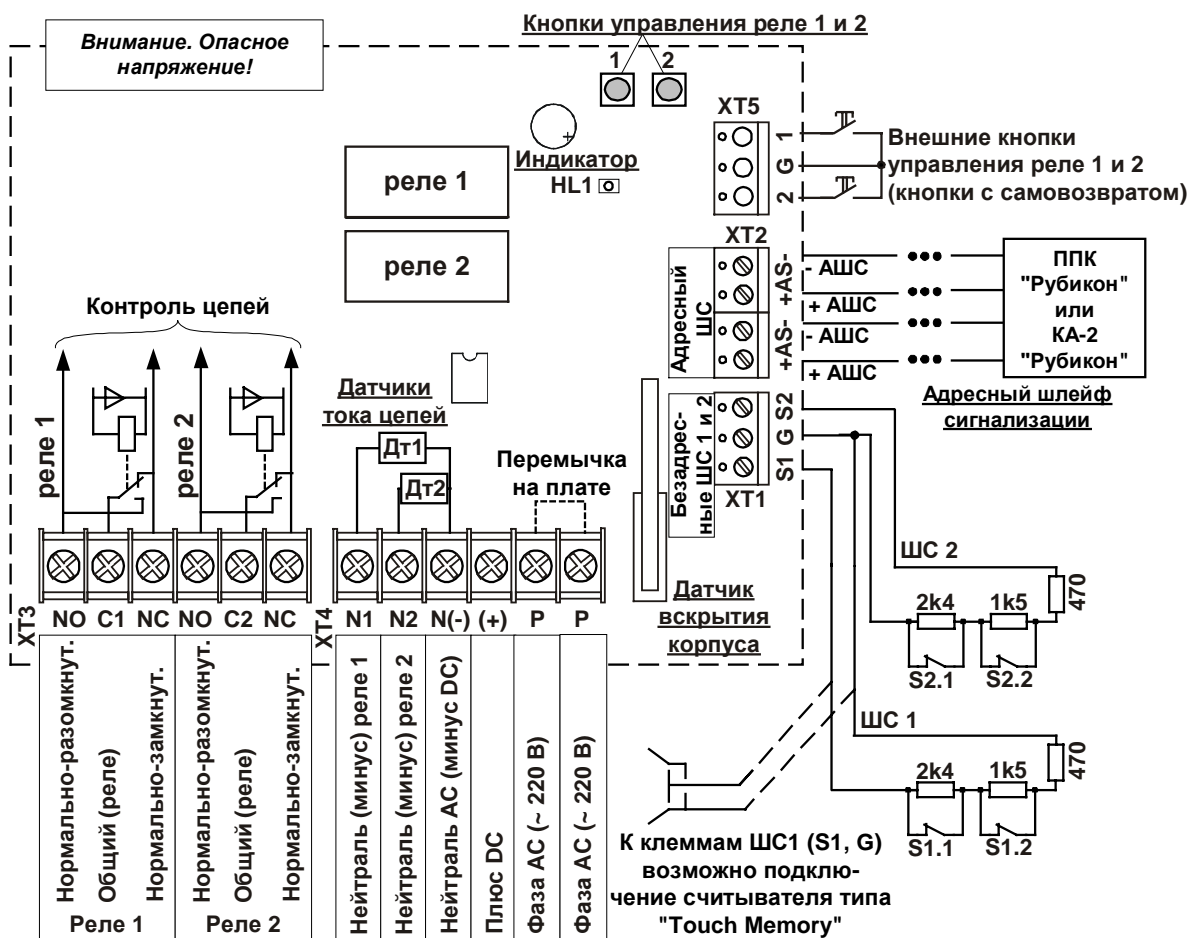
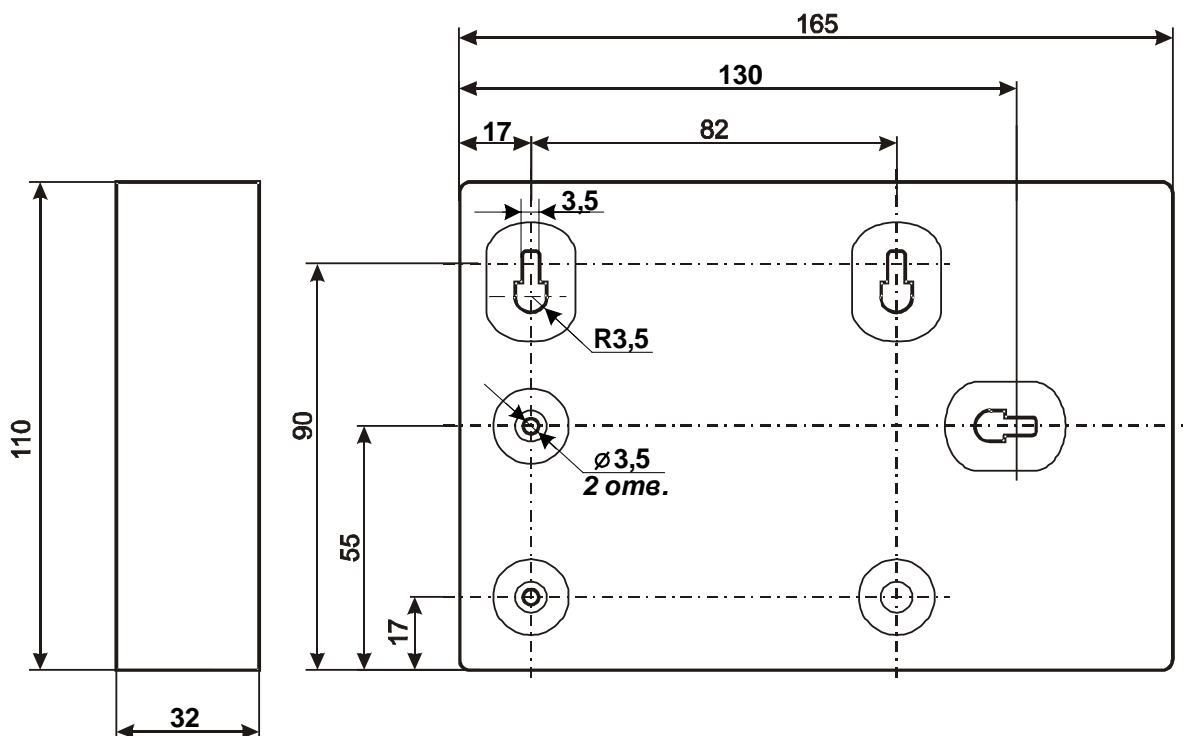

Рис. 1 Внешний вид, расположение элементов, подключение ИСМ220
Рис. 2 Габаритные и присоединительные размеры корпуса ИСМ220
Дополнительно имеются два безадресных шлейфа сигнализации (ШС 1, 2) для подключения датчиков (извещателей) с нормально-замкнутыми (нормально-разомкнутыми) контактами (см. Рис. 1).
К безадресному ШС1 возможно подключение контактора или считывателя типа «Touch Memory» (Рис. 1, Рис. 10). В качестве считывателя Touch Memory может быть использован считыватель «Парсек» с интерфейсом Touch Memory.
**Внимание!** Начиная с зав. № 10000 в устройство добавлена возможность ручного управления реле 1 и 2 с помощью встроенных или внешних кнопок для наладки работы приводов (см. Рис. 1, Табл. 1, Табл. 4, Табл. 5).
Исполнительный модуль выполнен в пластмассовом разъемном корпусе (см. Рис. 1, Рис. 2) и состоит из крышки и основания корпуса . Крышка и основание корпуса соединяются с помощью выступов (защелки крепления).
Перед началом работ – должны быть проложены кабеля адресного ШС (ППК “Рубикон” или КА-2 “Рубикон”), кабель подачи ~220 В, безадресный ШС к исполнительному устройству, кабели безадресных ШС 1, 2. Подключение ИСМ220 производится - в соответствии с Рис. 1 и Табл. 4.